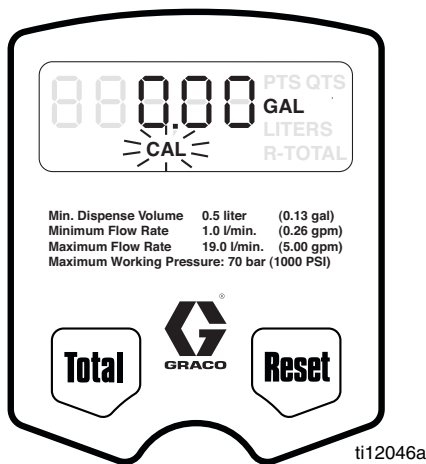

FIG. 13
c. Appuyer, puis maintenir la touche Réinitialiser à nouveau le Menu de Étalonnage affiché. Quand ce menu est affiché, CAL clignotera sur l'écran (FIG. 13).
Étalonnage (FIG. 13)